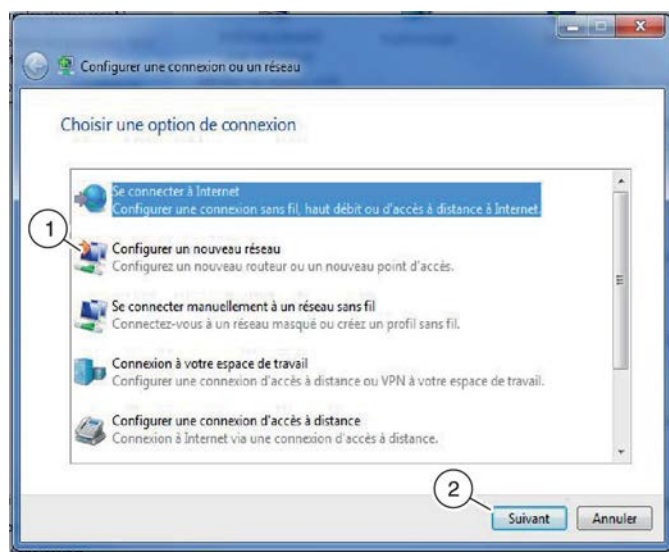

Fig. 39: Configuration d'un nouveau réseau
3. ▶ Mettre en surbrillance « *Configurer un nouveau réseau* » (Voir la Fig. 39/1) et cliquer sur « *Suivant* » (Voir la Fig. 39/2) pour le sélectionner.